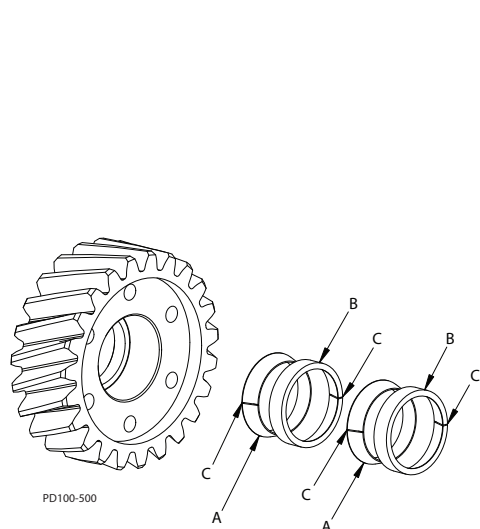
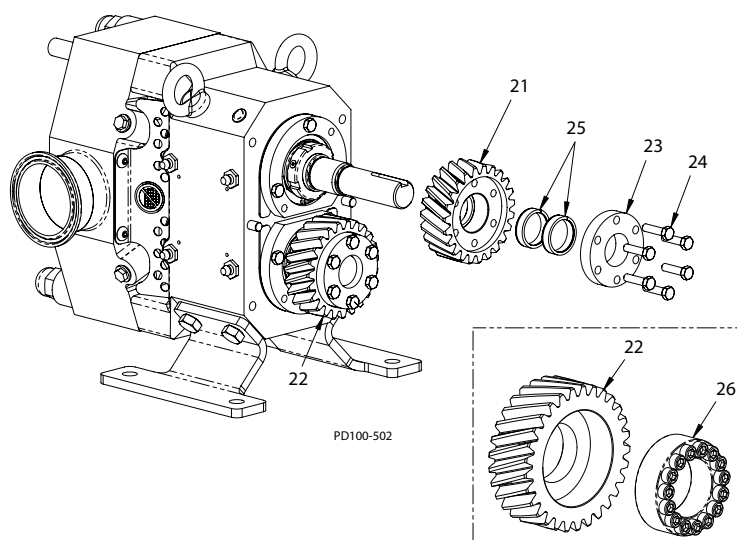

Рисунок 60 - Устройство блокировки в сборе
Рисунок 61 - Монтаж редуктора
2. Установите редуктор (Рисунок 61, пункт 22) и элементы блокировки на горизонтальный вал.
- Для моделей 0100 - 0300 это относится к элементам блокировки (Рисунок 61, пункт 25), нажимному кольцу (позиция 23) и винтам (позиция 24).
- Для моделей 0670 - 3450 это относится к элементу блокировки (Рисунок 61, пункт 26 (вкладыш)).
3. Элементы блокировки (Рисунок 61, пункт 25, подробно описанные в Рисунок 60) состоят из щелевого внутреннего кольца и щелевого наружного кольца. Для правильного исполнения элементы должны собираться в следующем порядке: внутреннее кольцо (A), наружное кольцо (B), внутреннее кольцо (A), наружное кольцо (B); с прорезями в кольцах (позиция C), которые отклоняются на 180° от того, как показано в Рисунок 60.
8. Установите редуктор (Рисунок 61, пункт 21) и элементы блокировки на приводной вал.